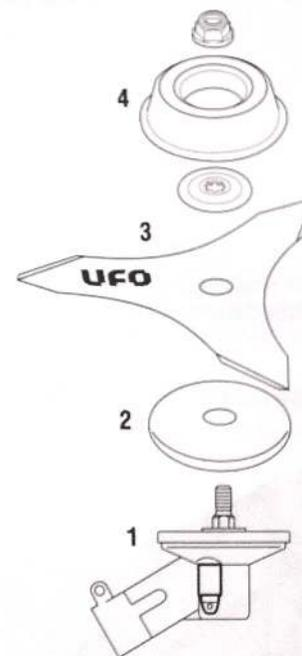

Рис. 9
1. Установите все части в последовательности, показанной на рис. 9.
- 3.** Крепко затяните фиксирующую гайку (Рис. 9) ПРОТИВ ЧАСОВОЙ СТРЕЛКИ, удерживая стопор.